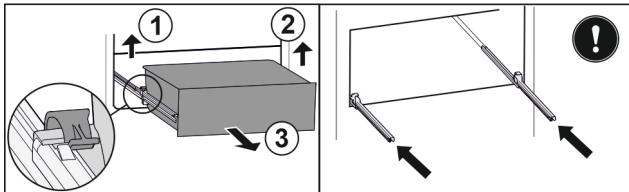

Fig. 107
- ▶ Linke Klemme anheben und gleichzeitig Schubfach links nach vorne ziehen. Fig. 107 (1)
- ▶ Rechte Klemme anheben und gleichzeitig Schubfach rechts nach vorne ziehen. Fig. 107 (2)
- ▶ Schubfach nach vorne entnehmen. Fig. 107 (3)